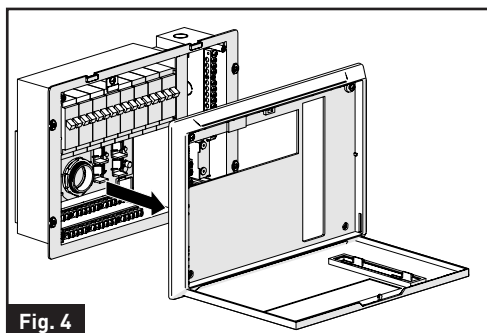

Fig. 4
5. Tirez pour retirer le boîtier de l'unité. (Fig. 4)